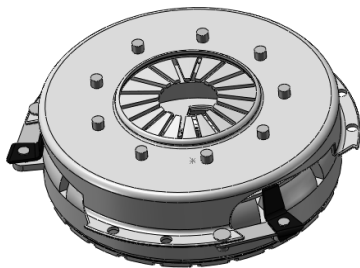

图 5-49 导入并定位勾簧
STEP 5 同 **STEP 3** 和 **STEP 4** 操作，导入“勾簧.sldprt”，并定义其位置，然后执行阵列操作，效果如图 5-49 所示。